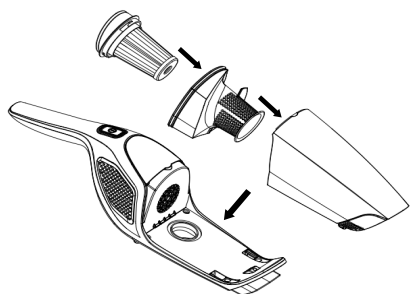

рис.6
8. Вставьте пылесборник в дополнительный блок (рис.6).